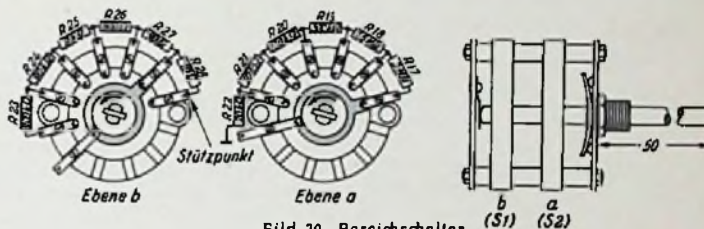

Bild 30. Bereichschalter
- Schalter S 3...S 7 (Meßartwähler), nach Zeichnung Bild 30, 5 Schaltarme mit je 4 Schaltstellungen (besser: 8 Schaltarme, 4 Stellungen) (Mayr)